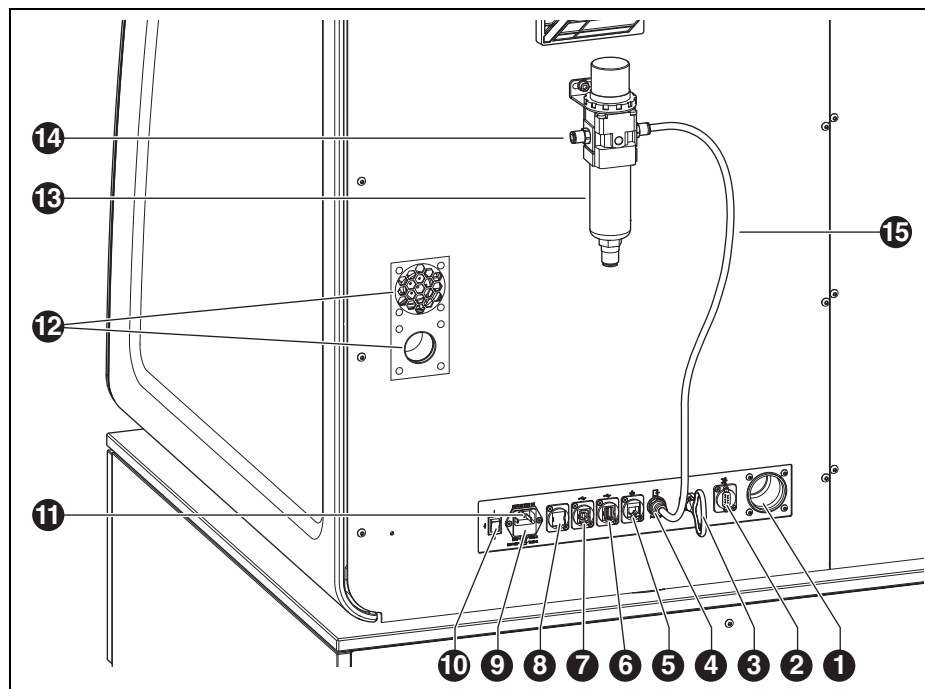
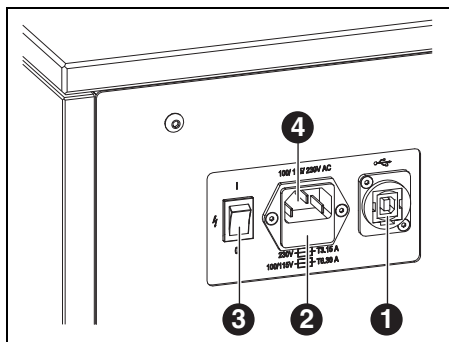

Fig. 5 Vue d'ensemble du côté arrière du système de fraisage
Fig. 6 Vue d'ensemble des raccordements Ceramill Cleanstream
- ▷ À l'arrière de Ceramill Matik et de Ceramill Cleanstream : retirer le tiroir situé sous la fiche d'alimentation (voir figure 5 [9] et figure 6 [2]).